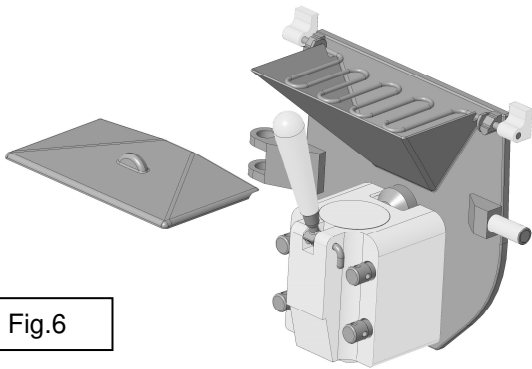

Fig.6
1. Rimuovere il coperchio dalla tramoggia (Fig.6)